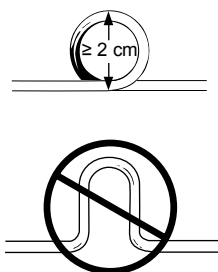

Figura 7. Enrolar o excesso de eléctrodo
- Enrole o excesso de eléctrodo num arco circular de diâmetro superior a 2 cm (0,8 polegadas). Não utilize uma dobra ou arco em forma de U (Figura 7). Um arco completo diminui a possibilidade de interferências electromagnéticas e respectivos efeitos e evita que o eléctrodo seja danificado por dobras ou vincos.